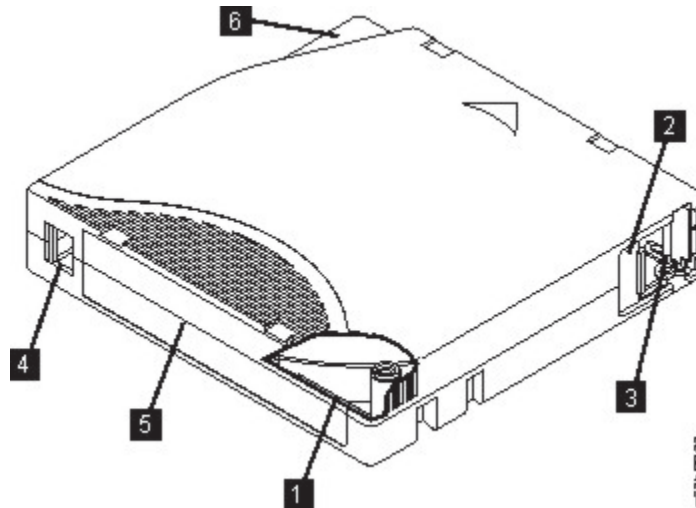

Abbildung 85. Die LTO-Datenkassette
Abbildung 85 auf Seite 191 zeigt die LTO-Datenkassette und ihre Komponenten.
Die Kassettenklappe (2) in Abbildung 85 auf Seite 191) schützt das Band gegen Verschmutzung, wenn sich die Kassette außerhalb des Laufwerks befindet. Hinter der Klappe ist das Band an einem Bandmitnehmerstift (3) in Abbildung 85 auf Seite 191) angebracht. Wird die Kassette in das Laufwerk eingelegt, zieht ein Einfädelsmechanismus den Stift (und das Band) aus der Kassette über den Schreib-/Lesekopf des Laufwerks und auf eine nicht entfernbare Aufrollspule. Der Schreib-/Lesekopf kann dann Daten von dem Band lesen oder auf das Band schreiben.
Der Schreibschutzschalter (4) in Abbildung 85 auf Seite 191) verhindert, dass Daten auf die Bandkassette geschrieben werden. Weitere Informationen finden Sie in „Schreibschutzschalter“ auf Seite 197.
Auf dem Etikettenbereich (5) in Abbildung 85 auf Seite 191) kann ein Etikett angebracht werden.
Die Einfügungsführung (6) in Abbildung 85 auf Seite 191) ist ein großer Bereich mit einer Kerbe, der verhindert, dass die Kassette falsch eingelegt wird.